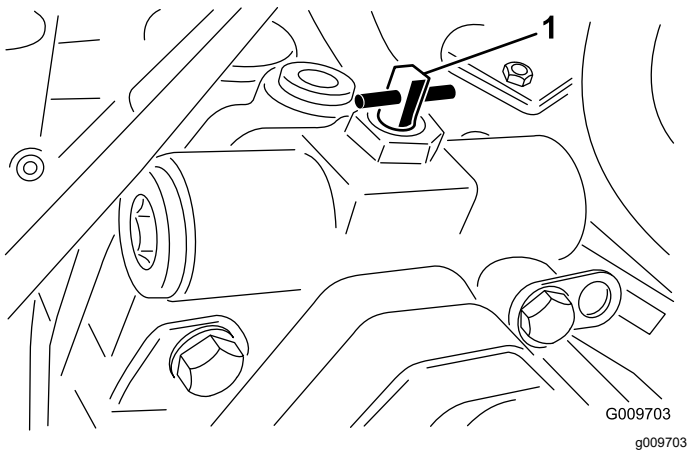

Figura 61
2. Gire la válvula auxiliar 90° (1/4 de vuelta) en cualquier sentido para abrirla y dejar pasar el aceite internamente (Figura 61). Puesto que el aceite se desvía, la máquina puede ser movida lentamente sin dañar la transmisión. Observe la posición de la válvula al abrirla o cerrarla.